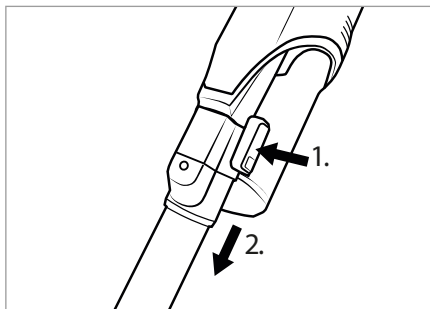

Bild 11
- ♦ För att ta av dammsugarröret 23 håller du upplåsningsknappen för dammsugarröret 24 intryckt samtidigt som du drar loss dammsugarröret 23 från dammsugarens insugsöppning (se bild 11).